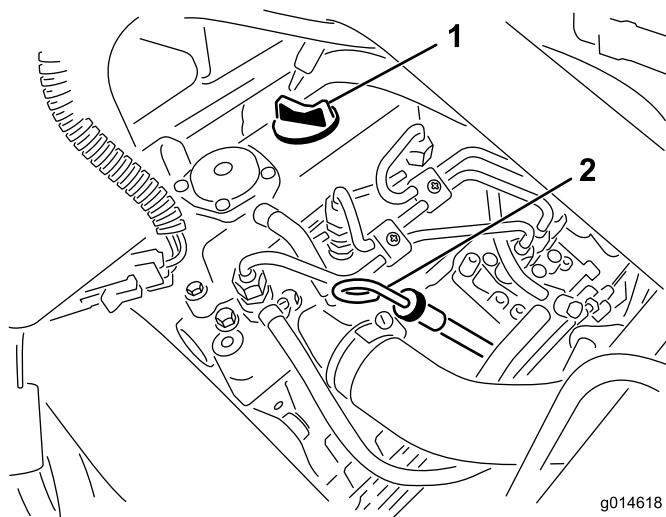

图25
2. 取出量油尺，用干净的抹布擦拭（图25）。将量油尺插入量油尺管道中，并确保它完全插入。从量油尺管道取出量油尺，查看油位。如果油位较低，请从气门室盖上拆下加油颈盖，然后**缓慢**添加足够机油，将油位水平提高到量油尺上的 Full (已满) 标记。在此过程中应**缓慢**添加机油并不时检查油位。**切勿过量添加。**